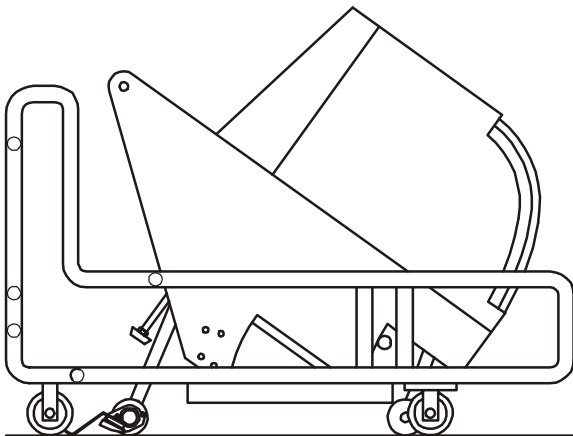

Bild 18: Einfahren in Transportstellung
Zum Transport wird die Maschine nach Entfernen der Steckachse (46) aus dem Transportwagen mit der Deichsel voraus in diesen eingefahren (siehe Bild 18: Einfahren in Transportstellung).